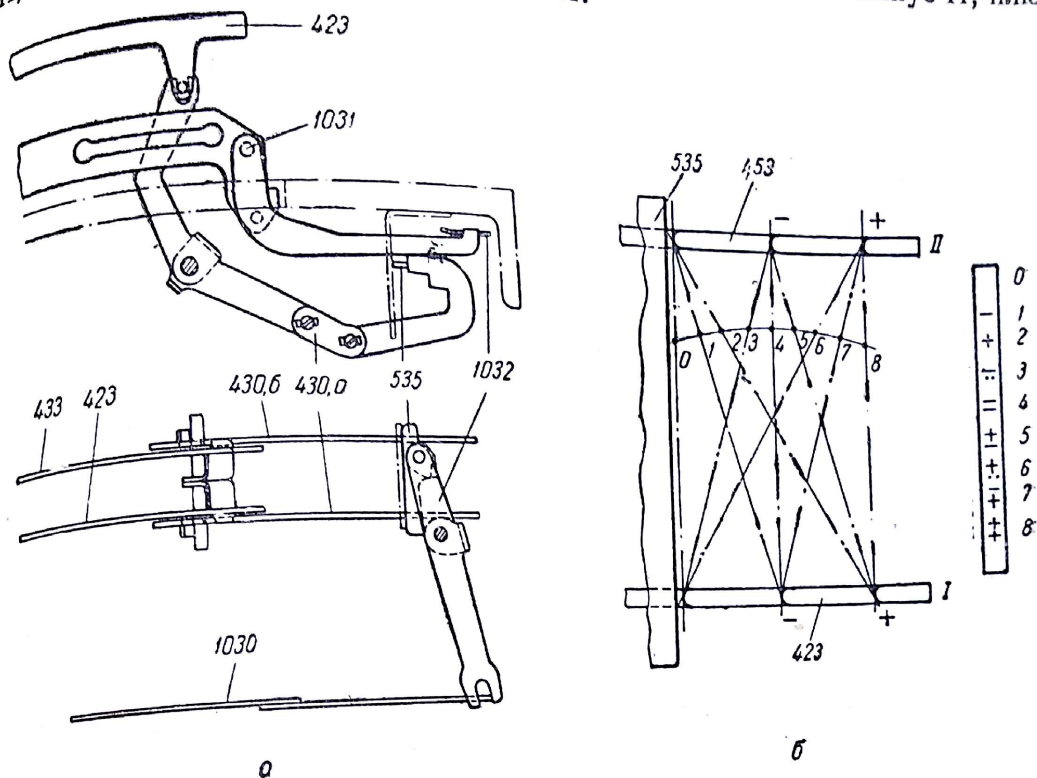

Рис. 54. Печать знаков включения сальдирующих счетчиков I и II на сложение и вычитание.
**Печать знаков «плюс», «минус» счетчиков I и II (рис. 54).** Правее числа печатаются знаки «плюс» или «минус», если счетчики I или II
включаются для работы клавишами. Для этого на втором месте правее цифровых печатающих штанг имеется штанга с соответствующими знаками. Кроме того, имеется знаковая рейка 1030 (рис. 54, а), которая во время рабочего хода перемещается назад и поднимает знаковую штангу. Ход рейки ограничивают ступенчатые рычаги 430, а и 430, б.
При нажатии, например, клавиши «минус» сальдирующего счетчика I перемещается назад (на рис. 54 — влево) тяга включения 423 и поворачивает левый ступенчатый рычаг 430, а. Этот рычаг становится средней ступенькой на пути левого плеча упорной планки 535.
Упорная планка 535 в соответствии с этим может занимать восемь различных положений, как показано штрих-пунктирными линиями на рис. 54,б. Этим обеспечивается печатание правее числа восьми различных знаков.
Штанга включения, перемещаясь назад, выполняет следующую работу: нижним плечом поворачивает левый ступенчатый рычаг 430, а, который становится средней ступенькой на пути левого плеча упорной планки 535 (см. рис. 54), обеспечивая печатание знака «минус» правее числа;